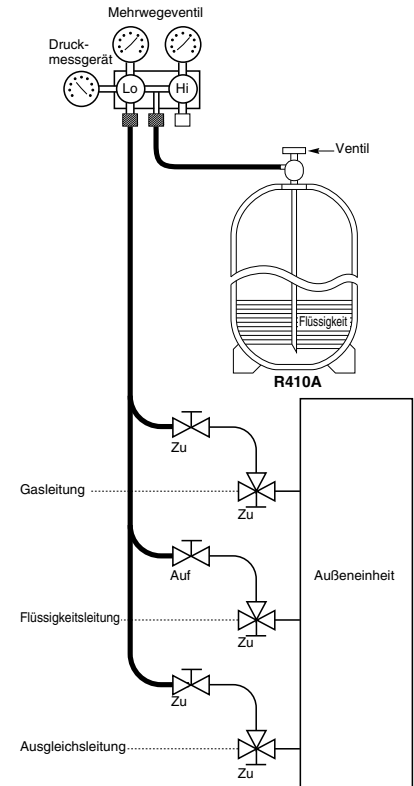

Abb. 6-5
- Einfüllen von zusätzlichem Kühlmittel (berechnet entsprechend der Flüssigkeitsleitungslänge, wie in Abschnitt "1-8 Zusätzliche Kühlmittelbefüllung" beschrieben) am Wartungsventil an der Flüssigkeitsleitung. (Abb. 6-5)